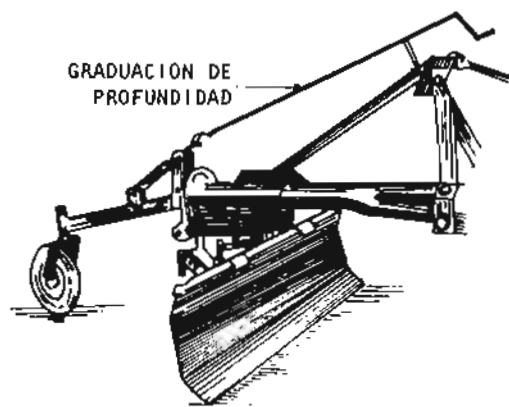

Fig. 2
- c Gradúe la profundidad de corte con la palanca del sistema hidráulico del tractor y la rueda trasera del apero (fig.2).